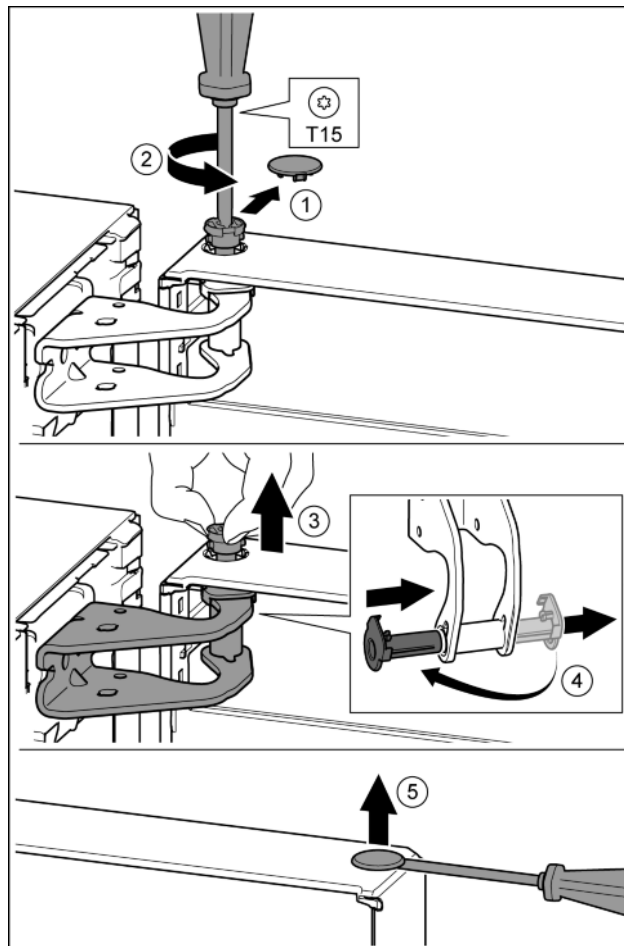

Fig. 13
- Enlever délicatement le cache de sécurité. Fig. 13 (1)
- Dévisser légèrement le boulon avec un tournevis T15. Fig. 13 (2)
- Tenir fermement la porte et sortir le boulon avec les doigts. Fig. 13 (3)
- Tirer la douille de palier en dehors du guide. La mettre de l'autre côté et l'enclencher. Fig. 13 (4)
- Soulever délicatement le bouchon en dehors de la douille de palier de porte avec un tournevis plat et le sortir. Fig. 13 (5)